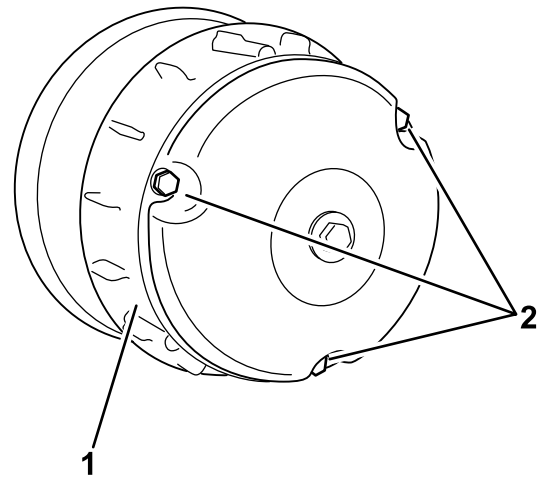

Figura 60
4. Instale la tapa del embrague, fijándola con los 3 pernos (Figura 60) que retiró en 2.
2. Retire los 3 pernos que sujetan la cubierta al embrague, y retire la cubierta (Figura 60).